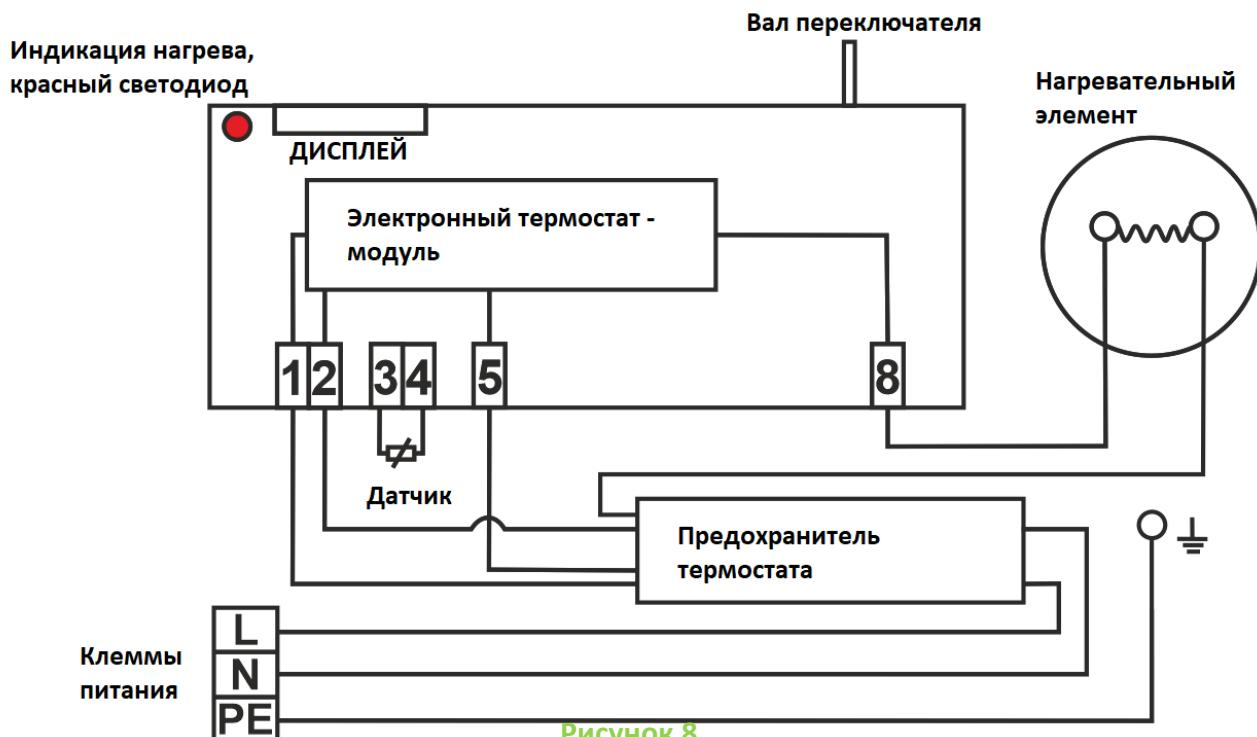

Рисунок 8
Подключение, выполненное на заводе, запрещено менять! (Рисунок 8). Степень защиты электрических компонентов водонагревателя - IP 44. Потребляемая мощность электрического нагревательного элемента 2000 Вт (OKHE ONE/E 50-120), 1100 Вт (OKHE ONE/E 30).
- Схема эл. подключения прилагается к водонагревателю на крышке электропроводки (Рисунок 8).